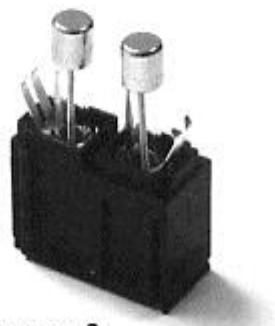

Рисунок 2
- Замените предохранители и установите коробку обратно (Рис. 2). Убедитесь в том, что коробка фиксировалась на месте.